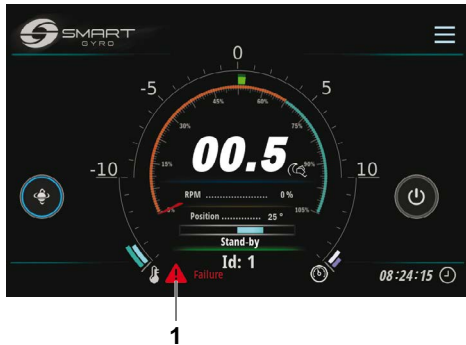

Figura 1
In caso di anomalia di basso livello, il sistema giroscopico continuerà a funzionare, ma in caso di anomalia di alto livello, bloccherà la precessione e fermerà il motore. Inoltre, nella pagina iniziale viene visualizzata un'icona di avviso (Figura 1, (1)) per notificare il verificarsi di un'anomalia di alto livello.